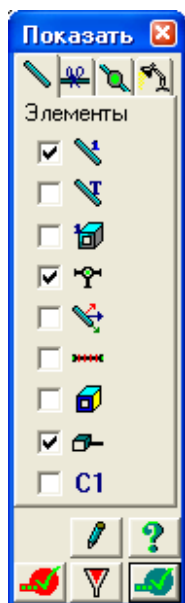

Рис.3.29. Диалоговое окно **Показать**
- В диалоговом окне **Показать** (рис.3.29) перейдите на первую закладку **Элементы** и установите флажок **Номера элементов**.